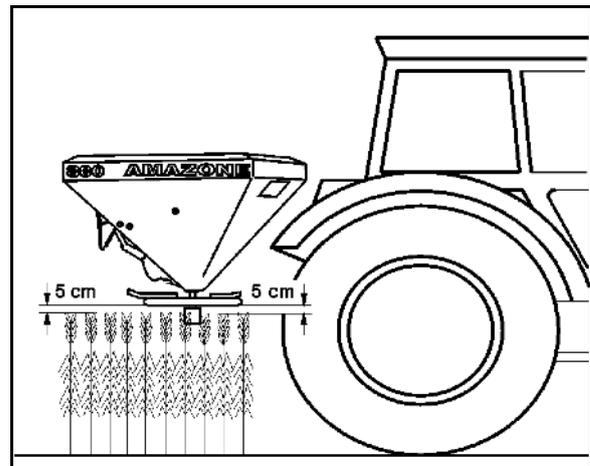

Fig. 64
2. Klemmhebel (Fig. 64/2) lösen.
3. Auf der Skala (Fig. 64/1) den der Streutabelle entnommenen beziehungsweise mit der Abdrehvorrichtung ermittelten Skalenwert für die Schieberstellung aufsuchen.
4. Die Ablesekante (Fig. 64/4) des Zeigers (Fig. 64/3) auf den Skalenwert einstellen.
5. Klemmhebel (Fig. 64/2) wieder fest anziehen.